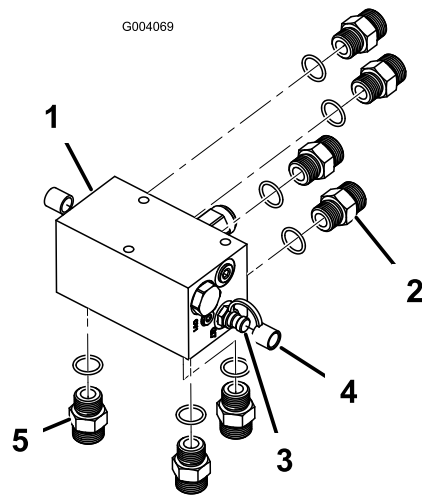

Figura 4
1. Instale 4 uniões hidráulicas retas na traseira do coletor (Figura 4).
2. Instale 2 uniões de diagnóstico em qualquer lado do coletor juntamente com os tampões antipoeiras (Figura 4).
3. Instale 3 uniões hidráulicas retas na parte inferior do coletor (Figura 4).